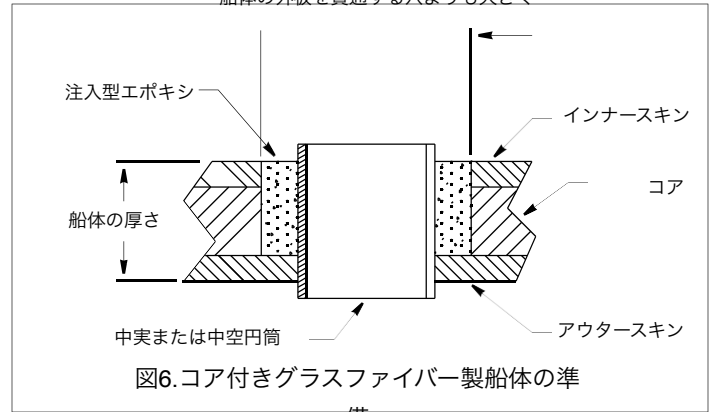

図6. コア付きグラスファイバー製船体の準備
2. 51mmまたは2インチのホールソーを使って、船体の外側から外皮のみに穴を開けます（図6）。